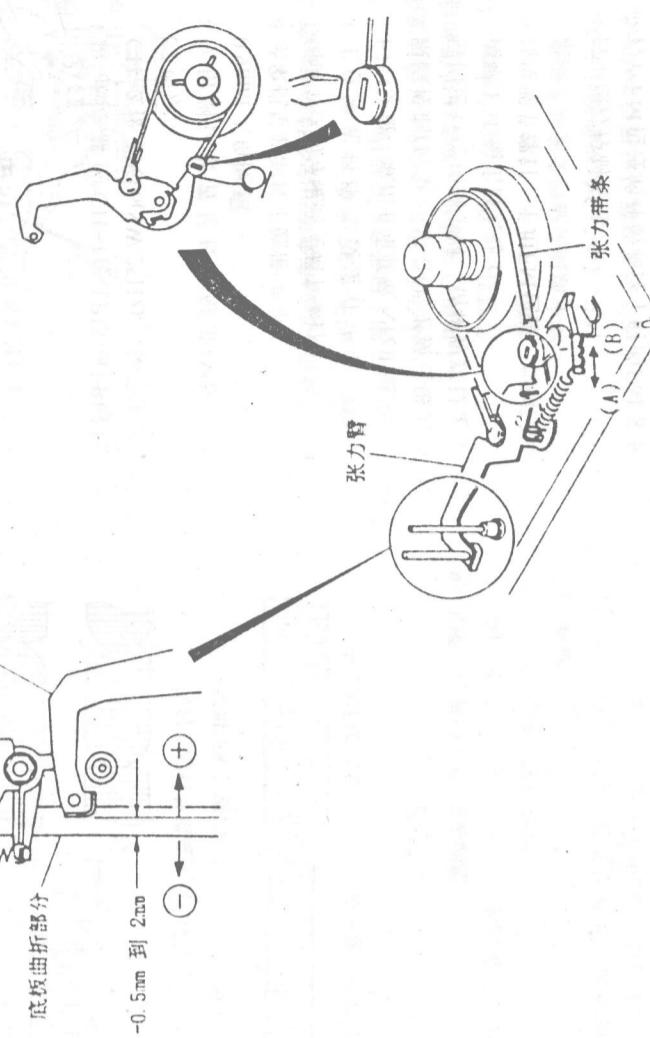

图 49
- 步骤: ①先进行位置调节, 旋松张力带条定位螺钉;
②让张力带条座插入如图49所示1到3的齿沟中, 将张力杆和底板间的间隙设定为-0.5mm 到 2mm;
③旋紧张力带条定位螺钉;
④调节完毕后, 不装磁带盒而进行加载, 以重检张力杆的位置;
⑤进行张力调节, 读出反张力计: 34到44g·cm(参数值);
⑥如果读出值高于参数值时, 可参见图49所示向(A)的方向移动弹簧;